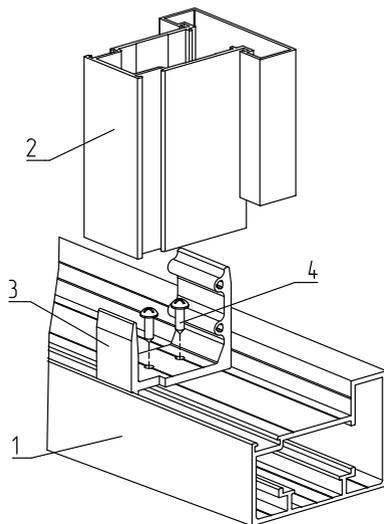

Рис. 68. Установка соединителей под вертикальный разделительный импост (столб):
- установка соединителей под вертикальный разделительный импост(столб) (рис. 68).